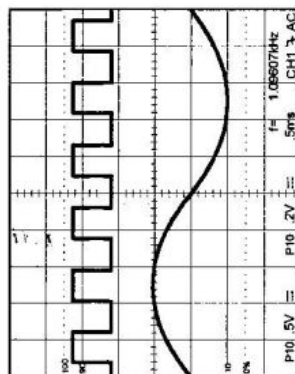
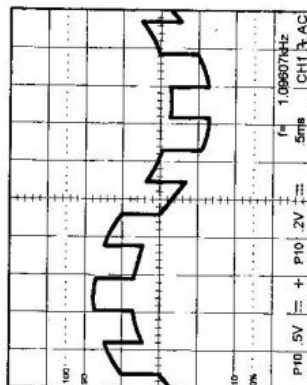

Figura 5-5 Entrambe le forme d'onda tipiche
Figura 5-6 Tipica forma d'onda ADD
- 1) Attivare CH1 e CH2. La Figura 5-5 seguente illustra due forme d'onda sincrone in entrambe le modalità.
- 1) Impostare il pulsante ADD sulla modalità corrispondente. La Figura 5-6 seguente illustra la somma delle forme d'onda della Figura 5-5.